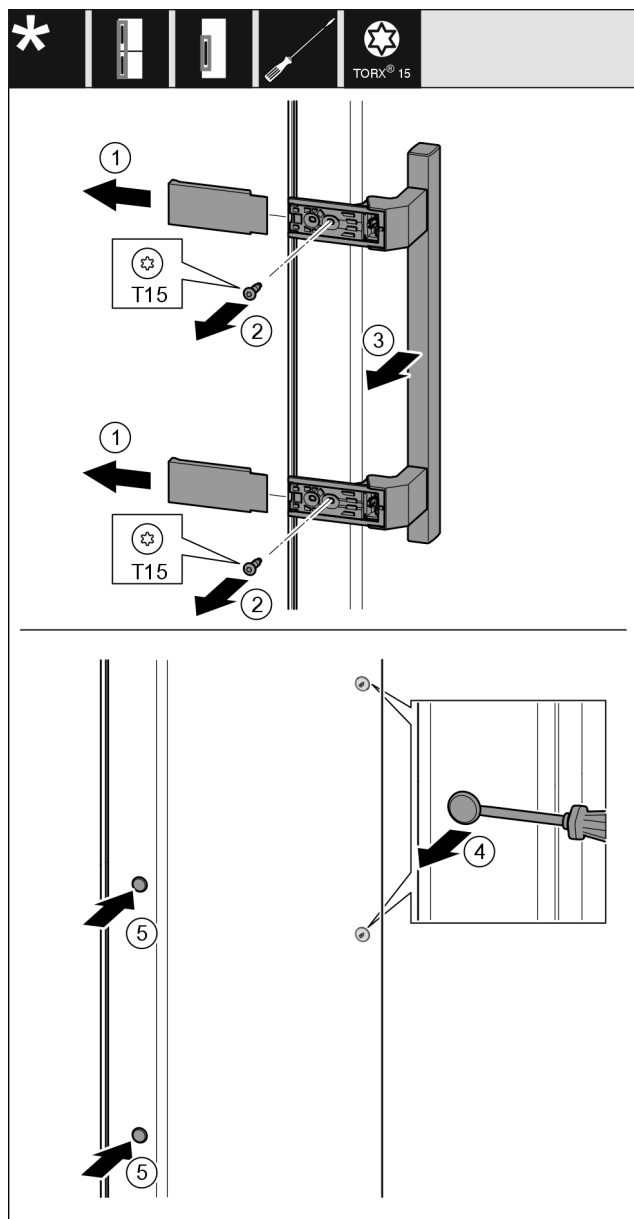

Fig. 20
- 拆下盖板 Fig. 20 (1)。
- 用螺丝刀将螺钉 Fig. 20 (2) 旋开。
- 取下把手 Fig. 20 (3)。
- 用带槽螺丝刀小心地提起侧边的堵头 Fig. 20 (4) 并将其拉出。
- 将堵头 Fig. 20 (5) 重新放入另一个侧。